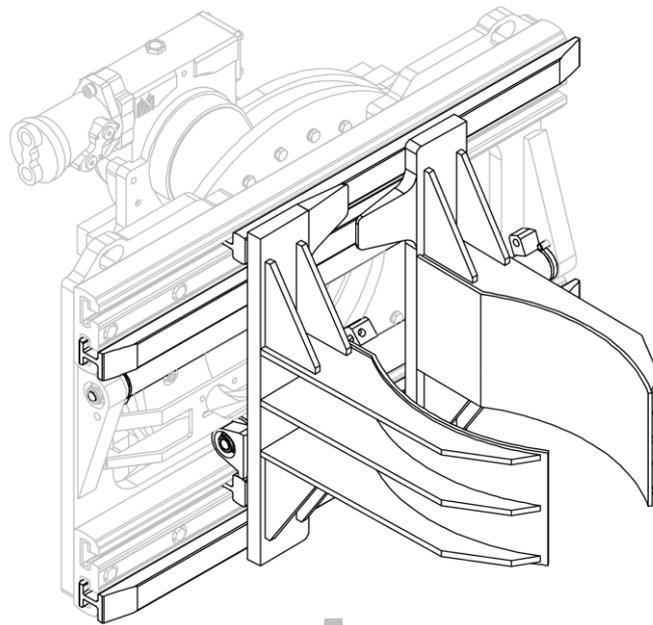
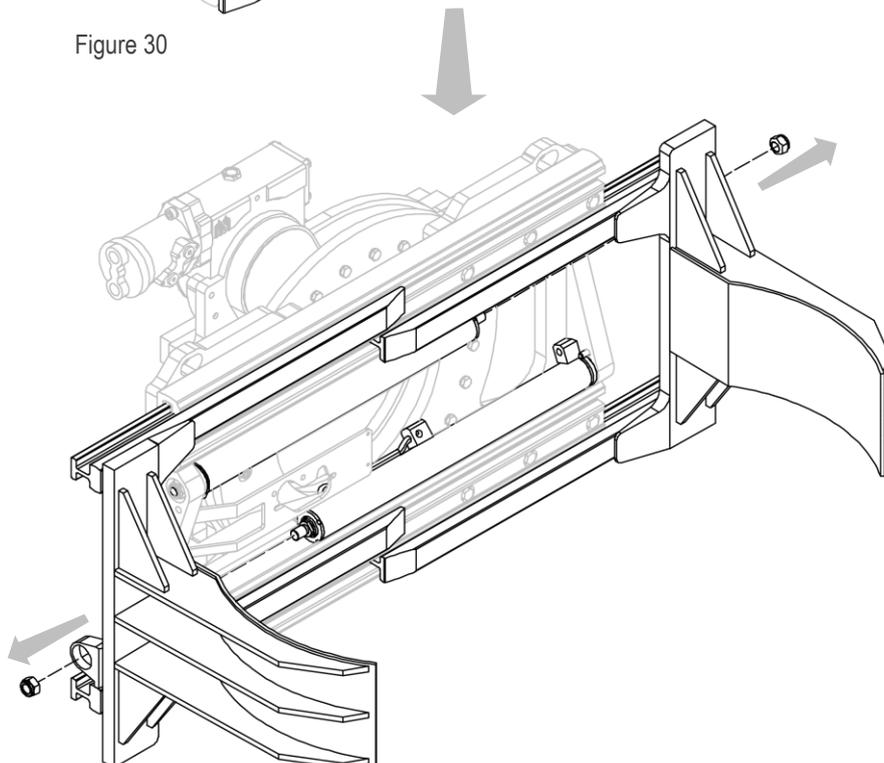

Figure 30
Figure 31
2. Retirer les fourches avec les mâchoires après avoir dévissé les écrous correspondants qui les relient aux vérins (voir *Figure 30* et *Figure 31*).